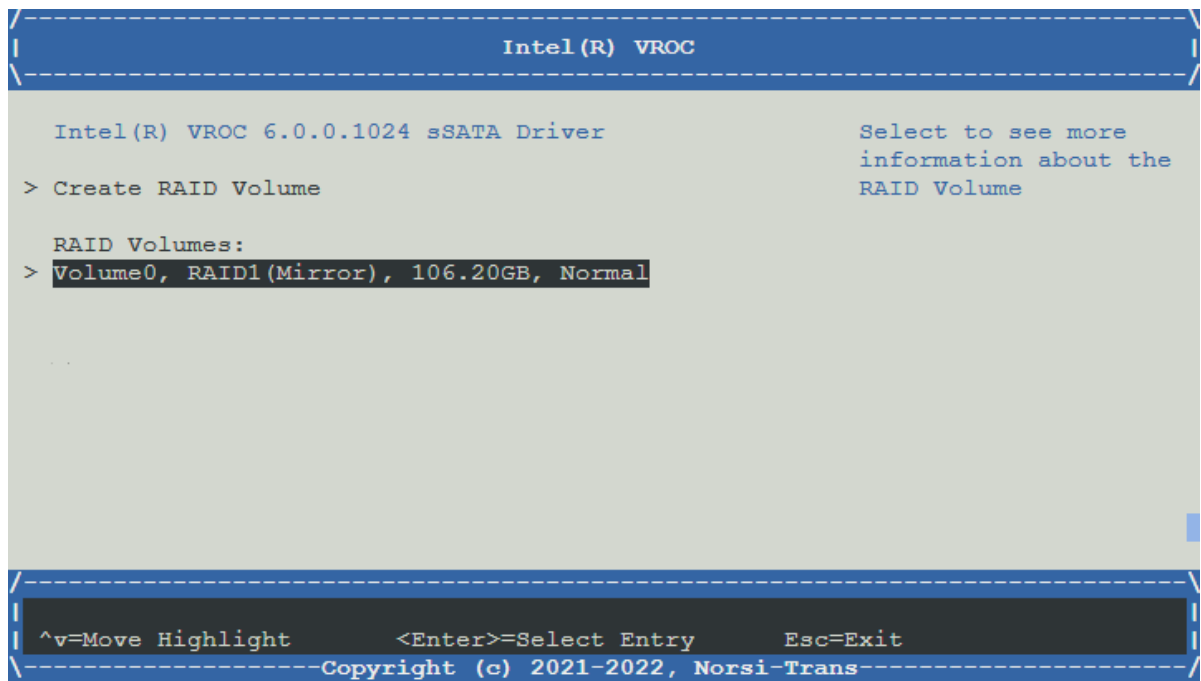

Рис. 71. Меню Intel (R) VROC с RAID1 (Mirror)
- 6) Вернитесь во вкладку «Intel(R) VROC» и убедитесь в создании зеркала <RAID1 (Mirror)>. Окно показано на рис. 71 Меню Intel \(R\) VROC с RAID1 \(Mirror\).